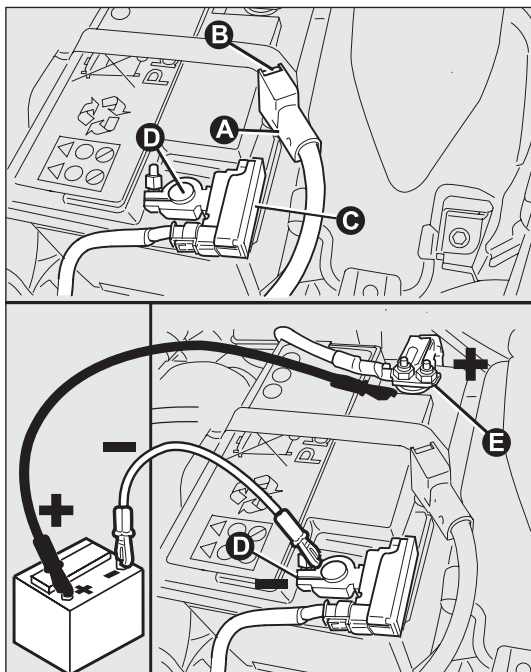

fig. 162
- débrancher le connecteur A-fig. 162 (en appuyant sur le bouton B) du capteur C de contrôle de l'état de la batterie installé sur le pôle négatif D de cette dernière ;